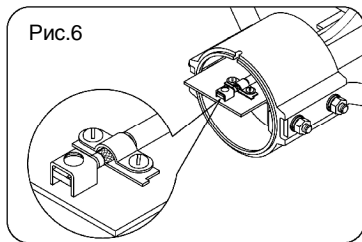

Рис.6
- 6.6. Вставить один конец разделанного кабеля в центральное отверстие корпуса монтажной коробки и зафиксировать на плате согласования или усилителе, в зависимости от типа антенны согласно рис.6. Надеть крышку и закрепить гайку.